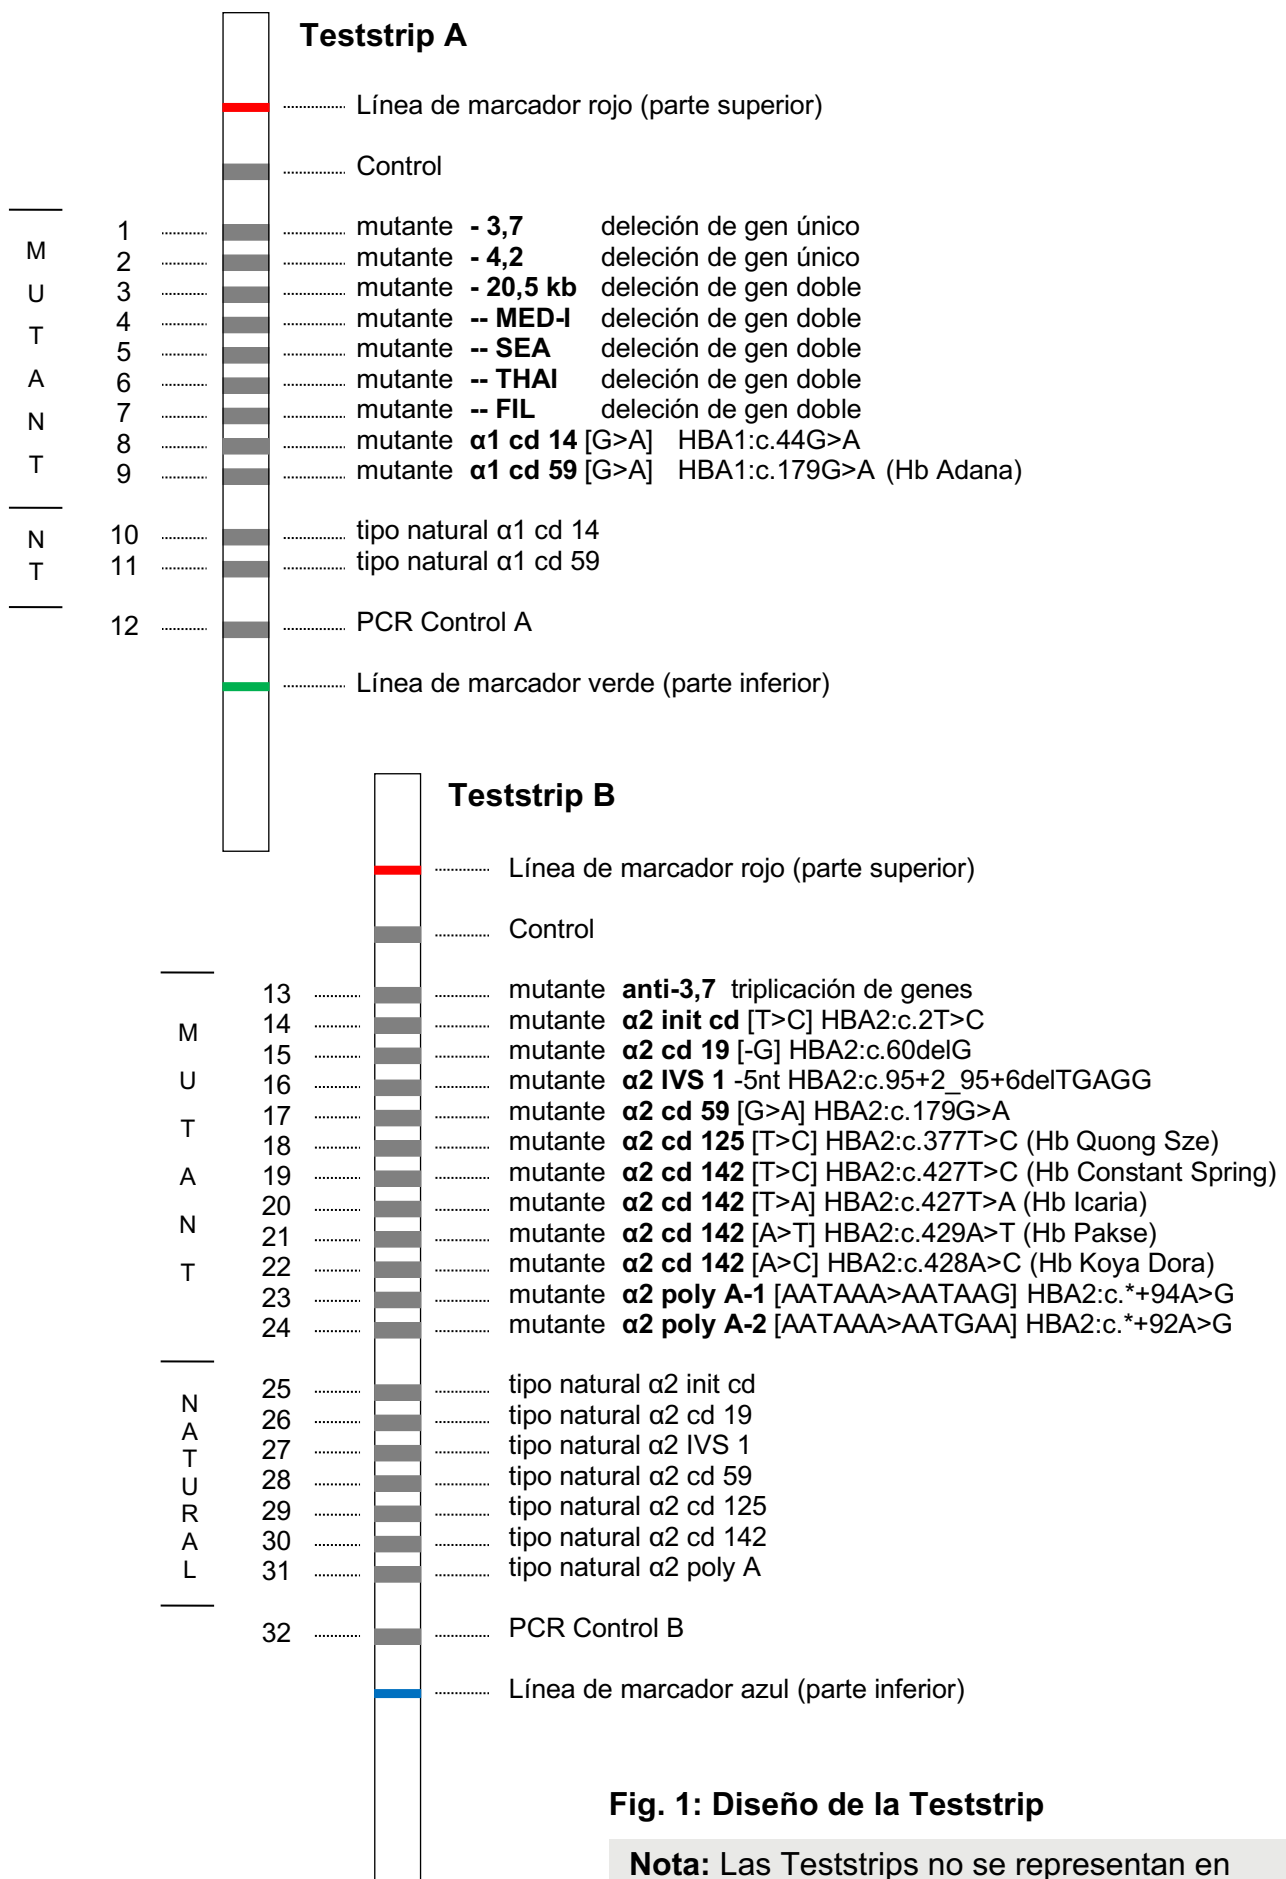

Fig. 1: Diseño de la Teststrip
La prueba StripAssay® se basa en los procesos de reacción en cadena de la polimerasa (PCR, polymerase chain reaction) e hibridación inversa. El procedimiento incluye tres pasos: (1) Aislamiento del ADN, (2) amplificación de la PCR mediante cebadores biotinilados, (3) hibridación de productos de amplificación en una Teststrip que contenga sondas de oligonucleótidos alelo específicas inmovilizadas como una matriz de líneas paralelas (Fig. 1). Las secuencias biotiniladas unidas se detectan mediante sustratos de color y fosfatasa alcalina-estreptavidina.